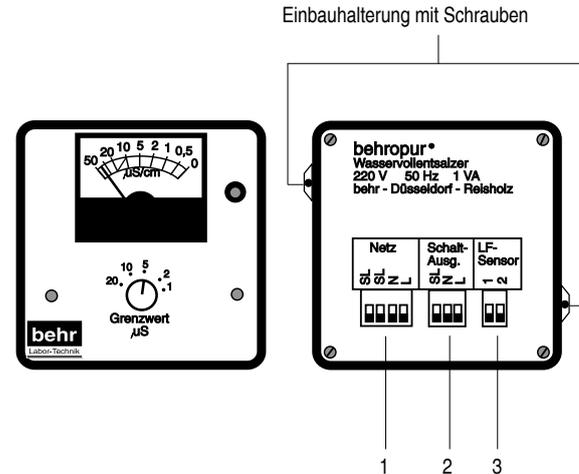

Bild 5: Einbauversion Leitwertmeßgerät mit Grenzwertabschaltung
4. Mitgelieferte Halterung (Bild 5) aufschieben und Leitwertmeßgerät festschrauben.
5. Drähte an der Rückseite des Leitwertmeßgerätes anklammern (Bild 5).